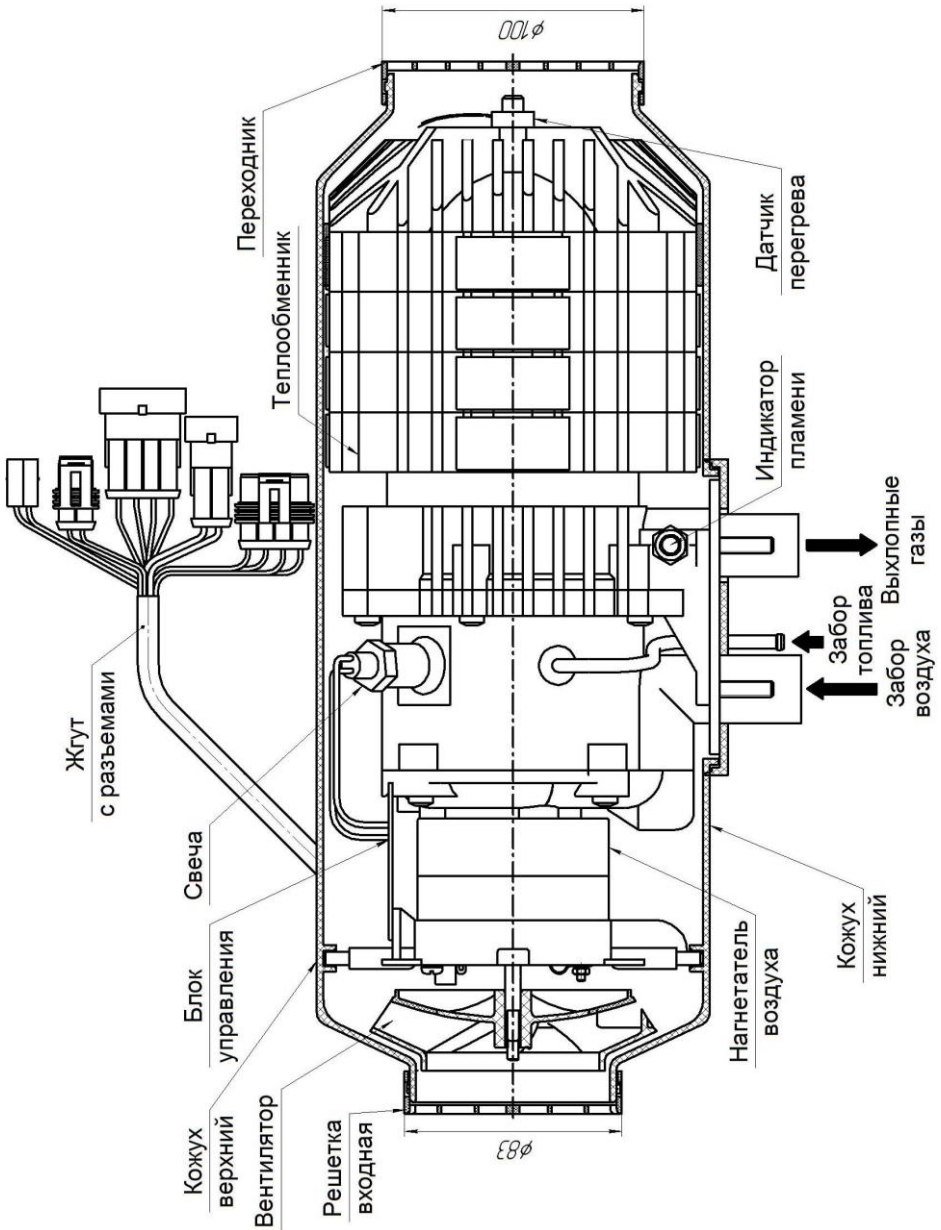

Рис. 4.3. Основные узлы нагревателя
- нагреватель (основные узлы нагревателя показаны на рис. 4.3);